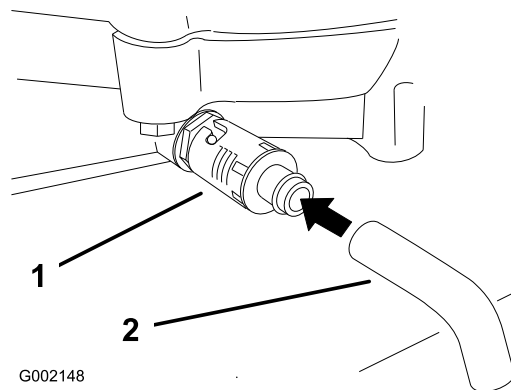

Figura 31
4. Coloque un recipiente debajo del tubo de vaciado. Gire la válvula de vaciado para que se drene el aceite (Figura 31).